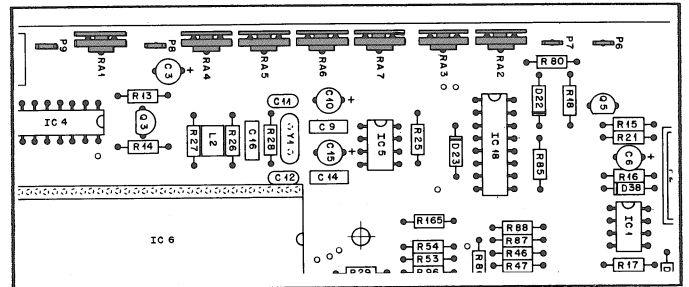

Fig. 8
- Raccorder l'oscilloscope aux points de mesure P6 et P7 (masse) du CONTROL BOARD (fig. 8).
- Retirer la sonde d'oscilloscope et régler avec les potentiomètres RA7, RA6, RA5 (Fig. 8) les tractions de bande suivantes:
- Raccorder la sonde de l'oscilloscope aux points PB, P9 (masse) du CONTROL BOARD (Fig. 8)